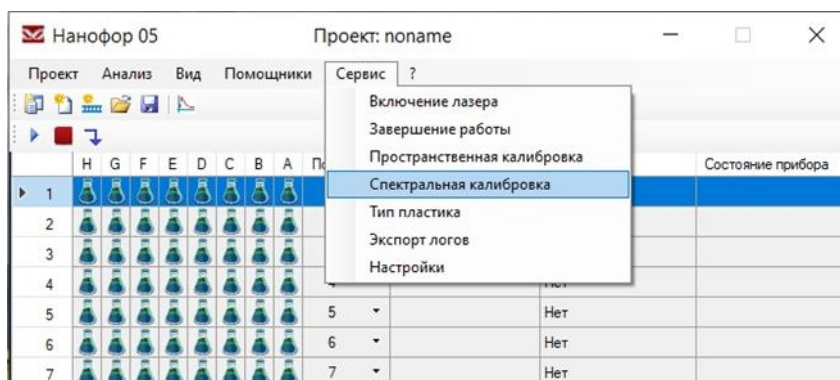

Рисунок 4
- Открыть раздел меню «Сервис», выбрать в нем «Спектральная калибровка» (рисунок 4).